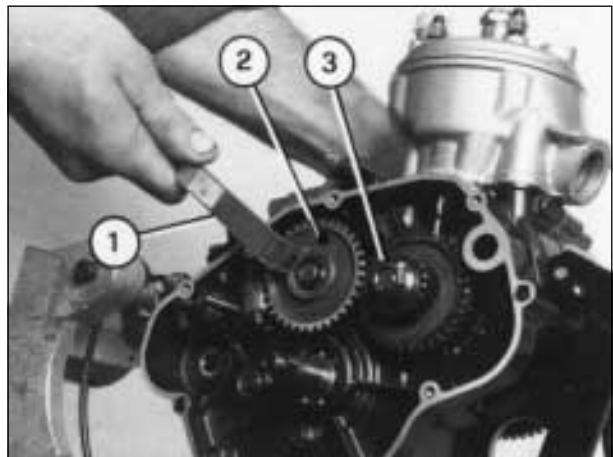
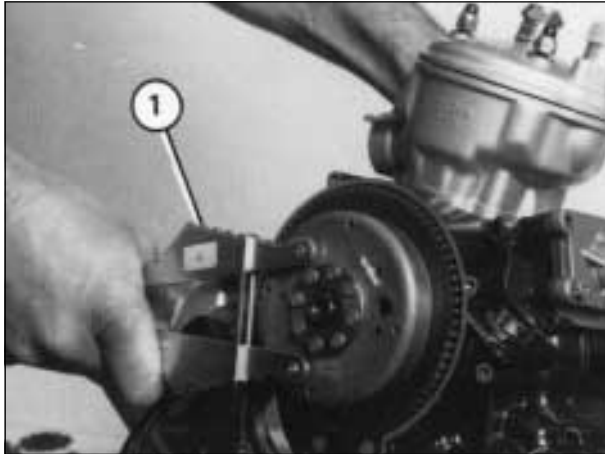
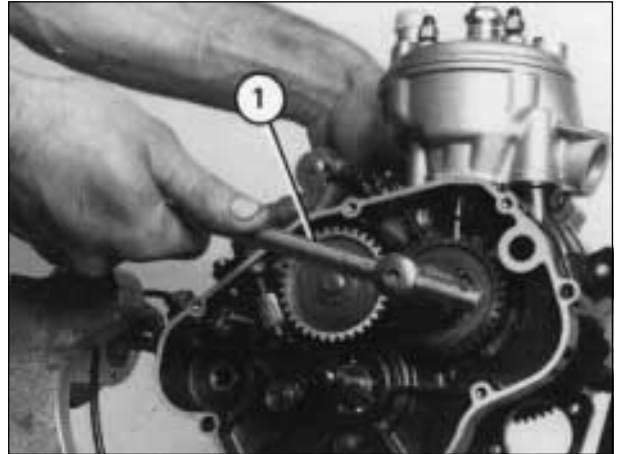

Fig. 10
Fig. 11
Fig. 12
11) USANDO l'apposita chiave di fermo volano magnetico (1-Fig. 11) bloccare il volano, e con la chiave (1-Fig. 10) allentare il dado di fissaggio dell'ingranaggio sul contralbero.
11) USING the magneto flywheel locking wrench (1-Fig. 11), lock the flywheel and slacken the retaining nut of the gear on the countershaft with the wrench (1-Fig. 10).
12) RIMUOVERE l'ingranaggio sul contralbero (2-Fig. 10) e la chiavetta.
13) SVITARE il dado (3-Fig. 10) con una chiave da 19 mm (1-Fig. 12), mantenendo sempre fermo il volano con l'apposita chiave; sfilare quindi nell'ordine il pignone motore, l'ingranaggio conduttore contralbero, la chiavetta, la boccia distanziale e l'anello or.
12) REMOVE the gear on the countershaft (2-Fig. 10) and the key.
13) UNSCREW the nut (3-Fig. 10) with 19 mm wrench (1-Fig. 12), always holding the flywheel still with the special wrench: then remove, in this order, the primary drive gear, drive gear, the key, the spacer bushing and the o-ring.